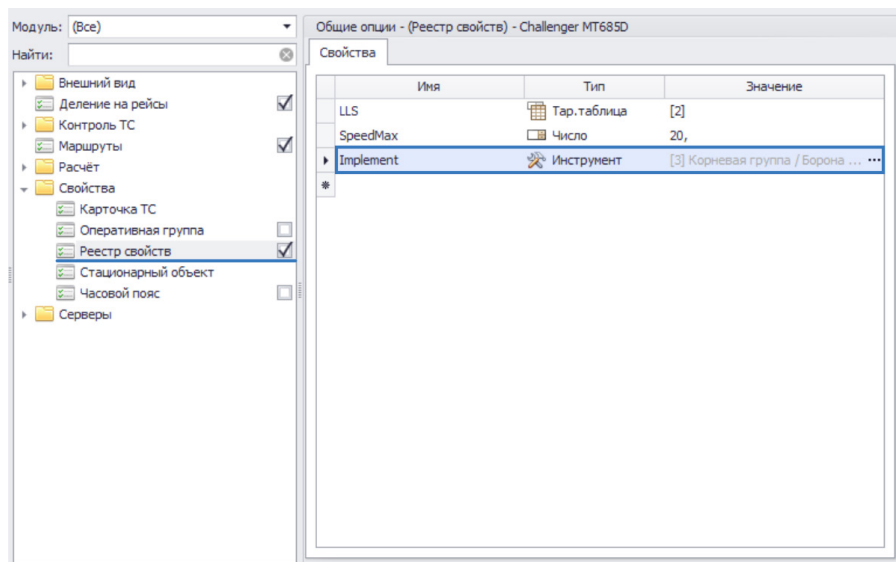

Рис.22. Назначение инструмента через реестр свойств.
- в меню «Конструктор» на панели «Инсталлированные модули» выбрать модуль «Селектор геозон» (Рис.22);
- перейти на панель свойства, на вкладку «Подключения» и в строке «ITripsSelector» выбрать модуль «TripsSelector» для подключения (Рис.22).
При создании схемы Помощник по установке модулей предлагает выполнить подключение Селектора геозон к Селектору рейсов автоматически. В этом случае выполнение подключения вручную не требуется. Достаточно убедиться в корректности настройки – при правильном подключении при выборе Селектора геозон в списке установленных модулей появляется стрелка, направленная от выбранного модуля к Селектору рейсов (Рис.22).